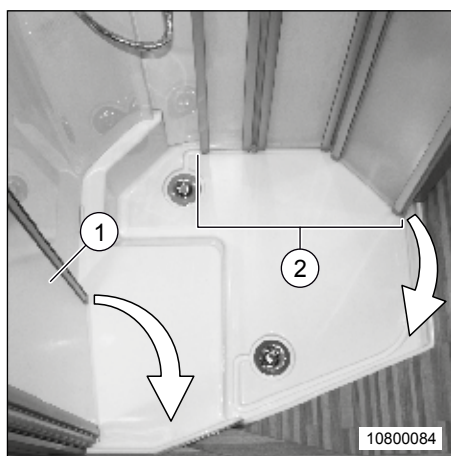
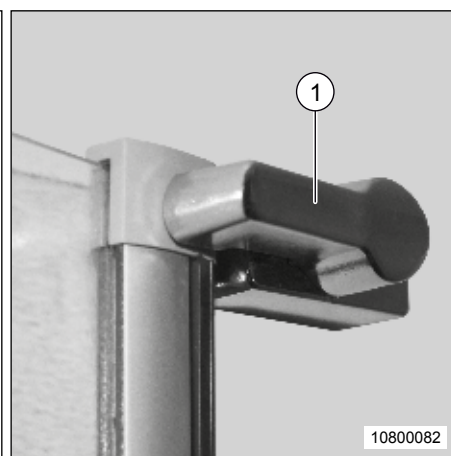
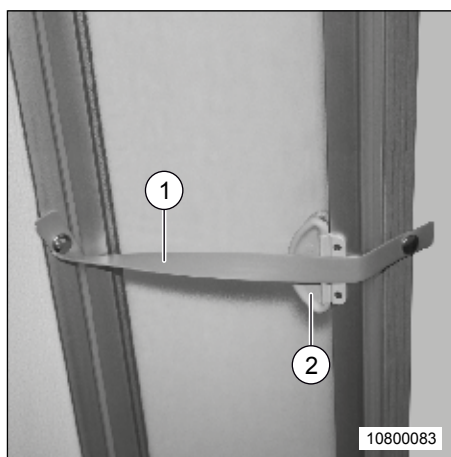
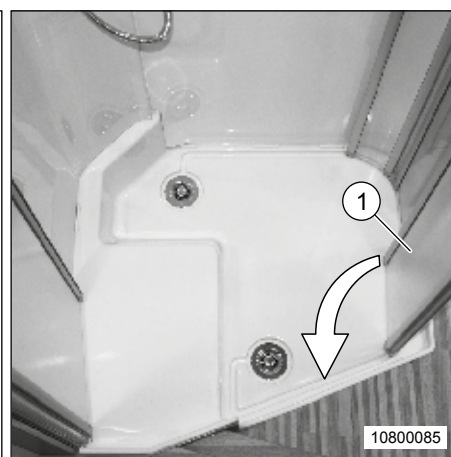

Fig. 110 Cabine de douche (modèle I)
Fig. 111 Manette, élément pivotant
Fig. 112 Fixation du bouton
Fig. 113 Elément pivotant porte coulissante
2. Desserrer la manette (Fig. 111, pos. 1) en haut de l'élément pivotant (Fig. 110, pos. 1).
3. Pivoter l'élément pivotant (Fig. 110, pos. 1) vers l'extérieur.
4. Desserrer les fixations des boutons (Fig. 112, pos. 1) de la porte coulissante de la cabine de douche (Fig. 110, pos. 2).
5. Tirer la porte coulissante de la cabine de douche (Fig. 110, pos. 2) jusqu'à l'extrémité du rail coulissant.
6. Pour fermer la cabine de douche, rabattre l'élément pivotant de la porte coulissante de la cabine de douche (Fig. 113, pos. 1) à l'aide de la poignée (Fig. 112, pos. 2) vers l'extérieur.